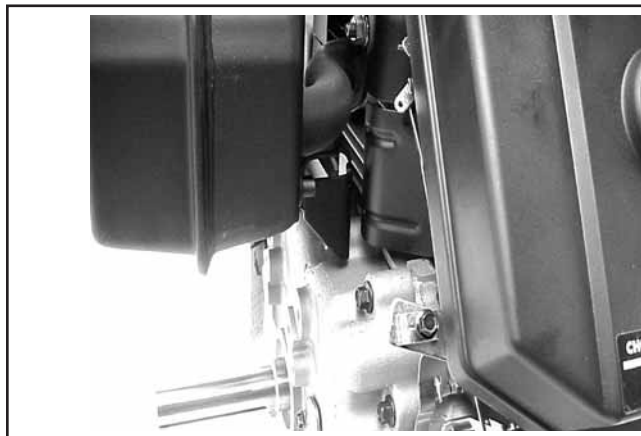

Figure 5-19. Réglage à distance d'accélérateur et de starter.
2. Installer le câble à distance de l'accélérateur dans le levier d'accélérateur. Voir la figure 5-19.